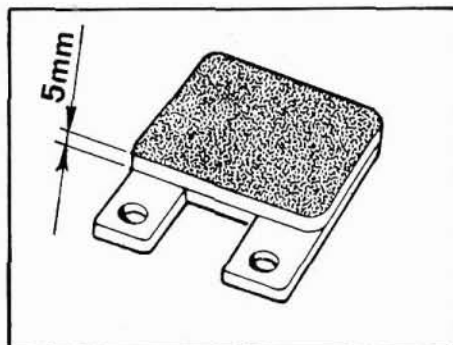

Fig. 36 - Pastiglia freno.
È questo un controllo che consigliamo di effettuare spesso in quanto è diretto e non implica alcuna operazione di smontaggio. Per controllare il grado di usura dei freni guardare frontalmente il disco e la pinza freno e le pastiglie risulteranno chiaramente visibili. Le pastiglie nuove hanno uno spessore del materiale di attrito di 5 mm. (Fig. 36), quando, in seguito all'usura questo arriva a 1-1,5 mm. ne consigliamo la sostituzione. L'operazione va eseguita allo stesso modo sia per sostituire le pastiglie freno anteriore che quelle posteriori.
- sfilare le pastiglie (Fig. 36).